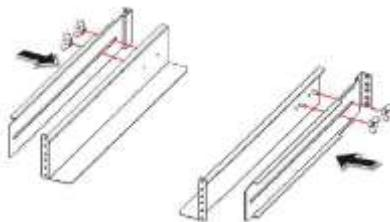

Рисунок 3-2 : Отрегулируйте рейки и затяните гайки
- 2 Отрегулируйте длину направляющих реек в зависимости от длины стойки и затяните гайки. См. **Рисунок 3-2.**